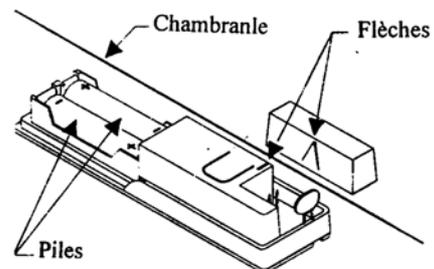

Figure 2 : Alignement du capteur et de l'aimant
■ Pour un fonctionnement correct, il faut aligner la flèche présente sur l'aimant et la marque sur le capteur (voir Fig. 2).